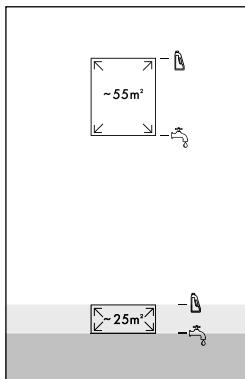

Afb. 6
- ◆ Pak het schoonwaterreservoir 11 vast bij de greepvlakken op de zijkanten en trek het omhoog uit het apparaat (zie afb. 6).